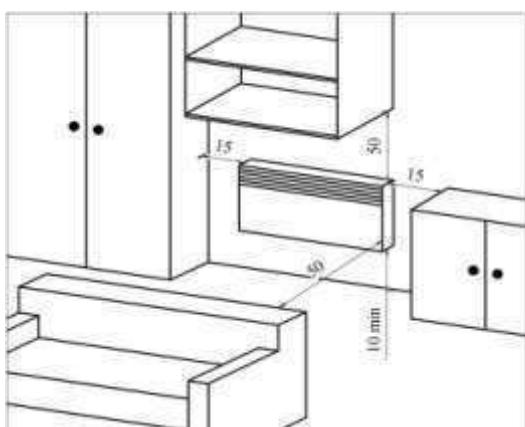

Рис. 3
5.6 Розміщення «мобільного» конвектора в приміщенні аналогічне (див. рис.3), при цьому відстань від задньої стінки конвектора до предметів (меблі, штори й т.п.) повинне бути не менше 15см.